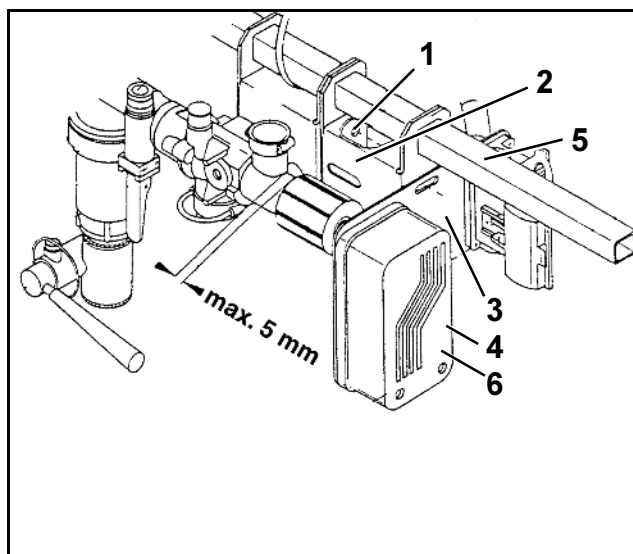

Рис. 137
- Удалите резьбовое соединение (Рис. 137/1) с кронштейна регулятора (Рис. 137/2).
- Кронштейн регулятора с фланцем (Рис. 137/3) для электродвигателя (Рис. 137/4) перемещайте на контропоре (Рис. 137/5) вправо, пока электродвигатель и дозирующий ходовой винт дозирующей автоматики не будут больше соединены друг с другом.